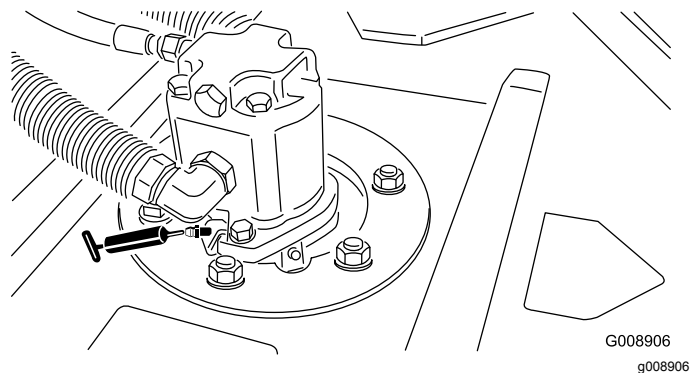

Figura 68
- Rolamentos do eixo da unidade de corte (2 por cada unidade de corte) – Figura 68